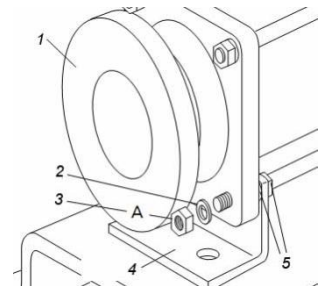

Рис.7
6. Снять шестигранные гайки 3, стопорные кольца 2 выходной патрубок 1, опорную стойку 4 с шайбой 5. (рис.7).